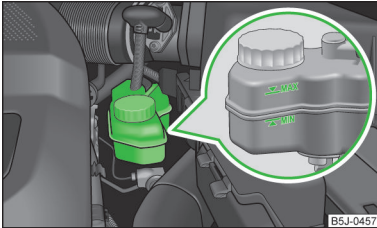

Abb. 129
- Ist der Flüssigkeitsstand unter die MIN-Markierung abgesunken » Abb. 129 auf Seite 174, ! nicht weiterfahren - es besteht Unfallgefahr! Die Hilfe eines Fachbetriebs in Anspruch nehmen.
- Den Bremsflüssigkeitsstand am Behälter prüfen » Abb. 129.